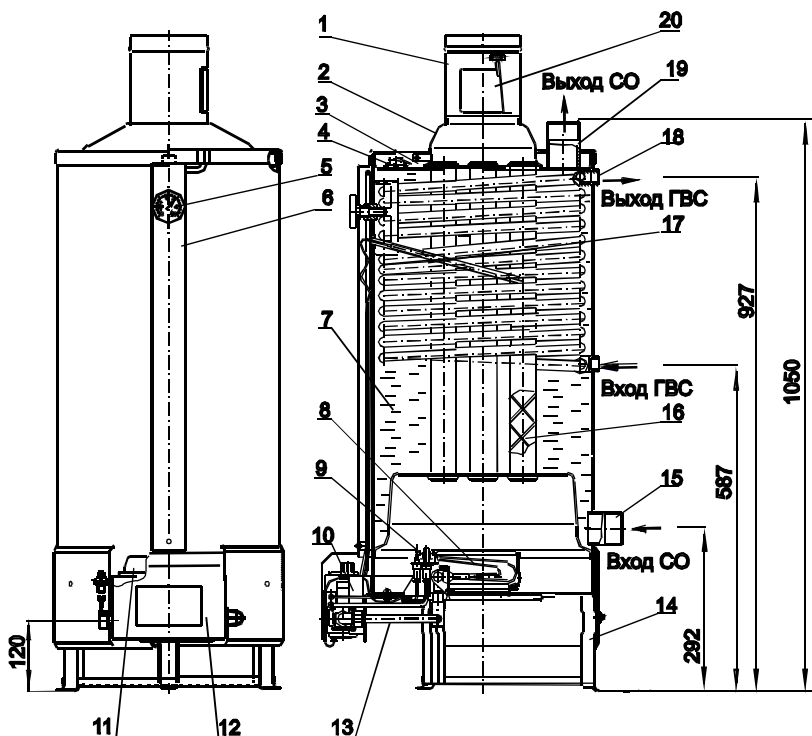
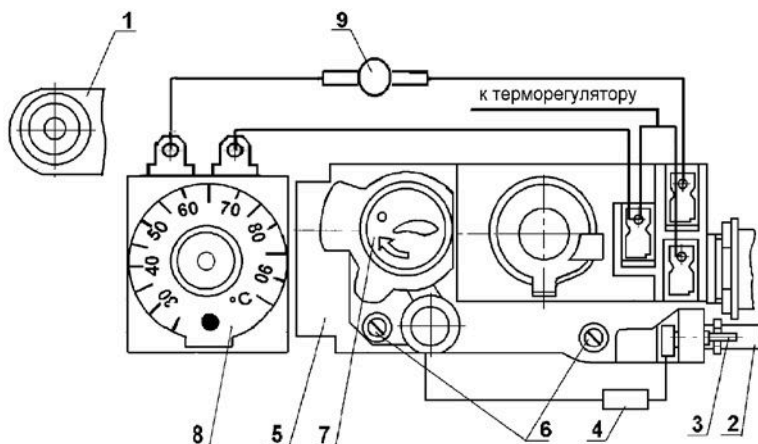
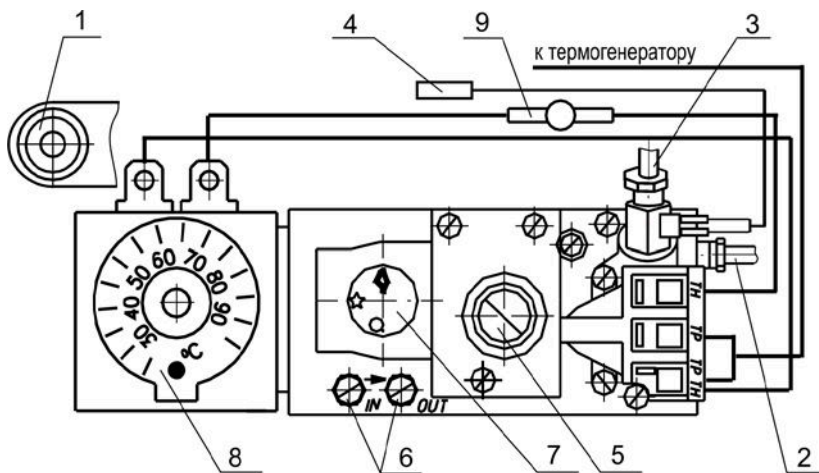
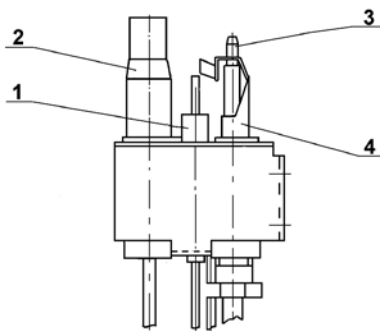

Рис.1 Аппарат комбинированный (отопительный) газовый бытовой Комфорт
Рис.2 Блок управления VS8620C “Honeywell”
Рис.3 Блок управления SIT 820 NOVA
Рис.4 Устройство запальное
4.2 Блок автоматики 5 (Рис.2) VS8620C или блок автоматики 5 (Рис.3) SIT 820 NOVA представляет собой электромеханическое устройство и служит для подачи газа к запальнику и горелке, регулирования температуры воды в аппарате и автоматического отключения подачи газа при:
4.3 Термостат 8 (Рис.2) или (Рис.3), соединенный проводами с блоком и автоматикой по перегреву 4 (Рис.1), обеспечивает автоматическое плавное включение основной горелки, а при достижении заданной температуры воды в теплообменнике производит полное отключение основной горелки.
4.4 Автоматика по перегреву 9 (Рис.2) или (Рис.3) (термостат предельного нагрева), соединенная проводами с блоком VS8620C или блоком автоматики SIT 820 NOVA и термостатом 8 (Рис.2) или (Рис.3), обеспечивает автоматическое предохранительное отключение подачи
газа на основную горелку при достижении температуры воды в баке-теплообменнике аппарата $93\text{ }^{\circ}\text{C} \pm 100\text{ }^{\circ}\text{C}$ (в случае выхода из строя термостата 8 (Рис.2) или (Рис.3) или ошибочной настройки его на температуру выше $90\text{ }^{\circ}\text{C}$).
4.5 Тягопрерыватель 1 (Рис.1) предназначен для автоматической стабилизации величины разрежения в топке аппарата, т.е. уменьшения влияния колебания величины разрежения в дымоходе на тягу в топке аппарата.
4.6 Автоматика по тяге состоит из датчика тяги (биметаллическая пластина с микровыключателем), укрепленного на крышке бака, и проводов, соединяющих микровыключатель с блоком автоматики 5 (Рис.2) или (Рис.3).
4.7 Устройство запальное Рис.4 предназначено для крепления запальника, термогенератора, термопары, свечи пьезорозжига и розжига основной горелки.
5.9 Во избежание самопроизвольного срабатывания датчика тяги кожух 2 (Рис.1) не должен касаться биметаллической пластины датчика тяги.
6.12 Проверьте работу пьезорозжига. При нажатии на кнопку пьезорозжига 1 (Рис.2) или (Рис.3) должна проскакивать искра между электродом свечи пьезорозжига 1 (Рис.4) и запальником 4 (Рис.4).